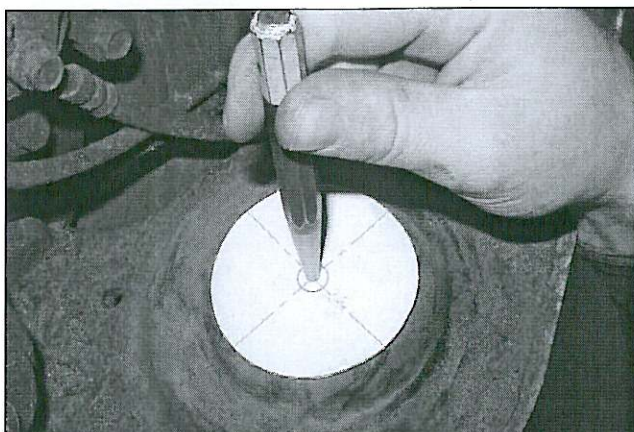

fig. 1
4. Platzieren Sie der Bohrer Schablone (Beilage 49.21-A) in der mitten auf die untere Hauptfederteller. Setzen Sie ein center in das mitten von der Zirkel und Bohren Sie dort eine Loch von $\varnothing 11\text{mm}$. Siehe Fig. 1 und 2. Sie Brauchen Federteller B mit dem kleinstem Durchmesser.
4. Placez le gabarit (page 49.21-A) sur la coupelle inférieure pointez le centre du cercle du gabarit et forez un trou de $\varnothing$ 11mm. Voir fig. 1 et 2. Utilisez la coupelle B avec le petit diamètre.